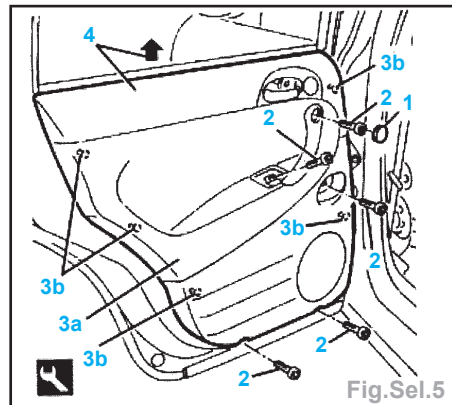

Fig.Sel.5
- le panneau de porte (Fig.Sel.5),